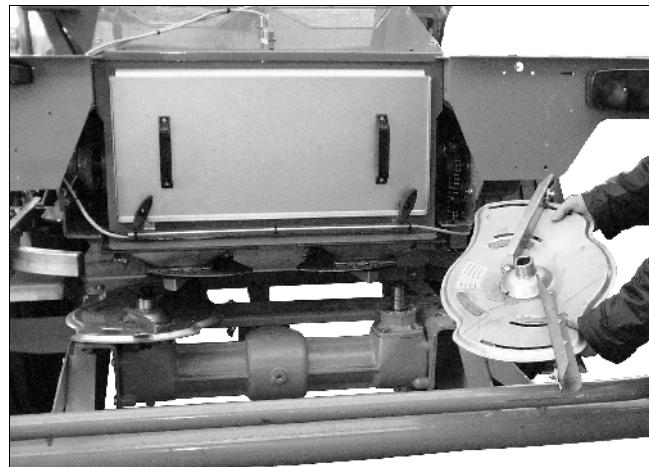

Рис. 49
- Открутите шестигранный болт M10 (Рис. 49/1).
- Закрепите распределяющий диск. Установите распределяющие диски на приводные валы двухдискового распределяющего аппарата и прикрутите болтами M10 (Рис. 49/1), затянув баращковую гайку.